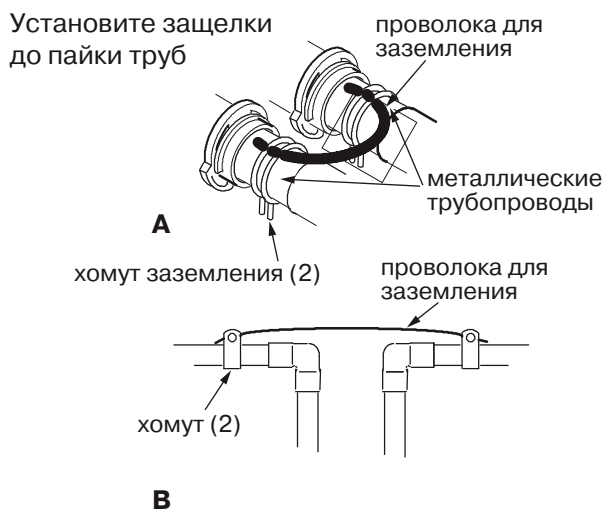

Рис. 7
7. Заземление магистрали (рис. 7)